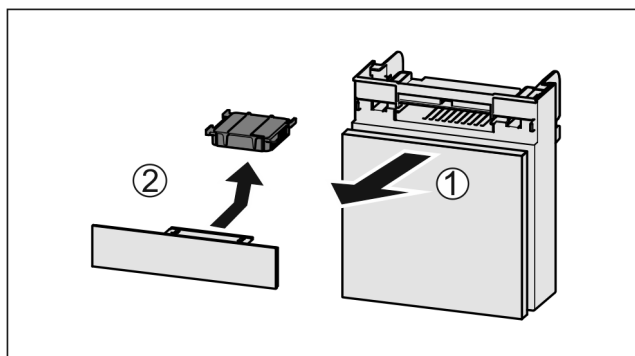

Fig. 177
- ▶ Zásuvku vytáhněte dopředu Fig. 177 (1).
- ▶ Filtr s aktivním uhlím vyjměte Fig. 177 (2).